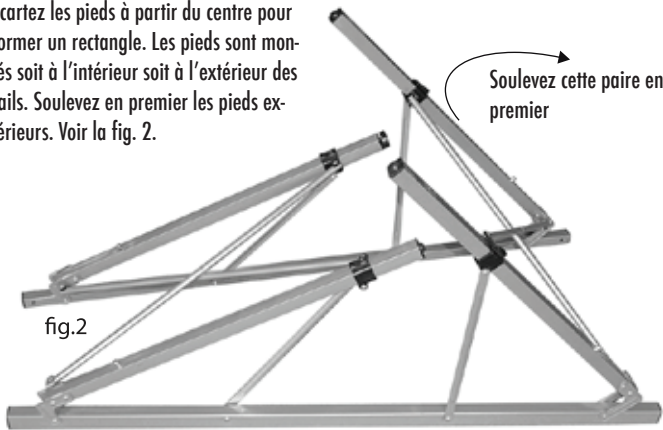

fig.2
Just pull the legs out and away from center to form a rectangle. The legs are mounted on either the inside or outside of the rails. Lift the outside legs first. See fig.2.
2. Dépliez le cadre. Écartez les pieds à partir du centre pour former un rectangle. Les pieds sont montés soit à l'intérieur soit à l'extérieur des rails. Soulevez en premier les pieds extérieurs. Voir la fig. 2.